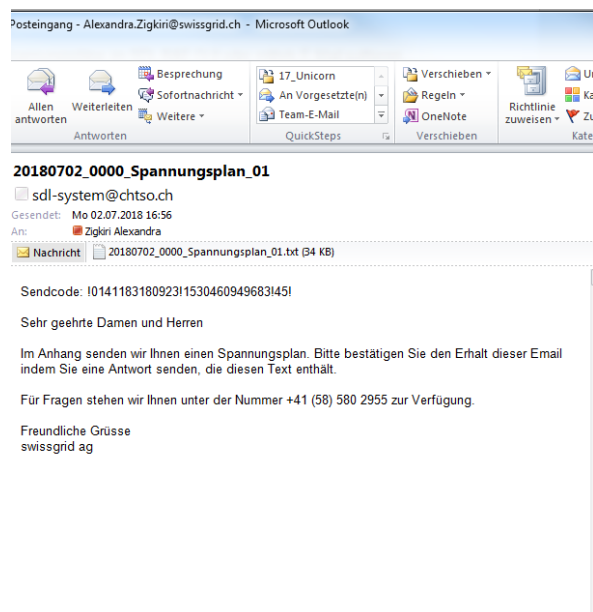
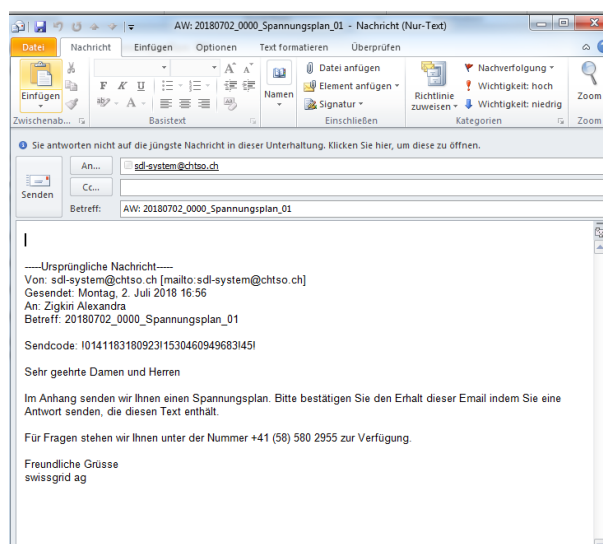

Abbildung 9: E-Mail von Swissgrid
Abbildung 10: Antwort auf die E-Mail um den Spannungsplan zu quittieren
**Beispiel:** Die Abbildung 9 zeigt die von Swissgrid gesendete E-Mail mit dem Spannungsplan. Abbildung 10 illustriert die zu erwartende Antwort (Quittung).